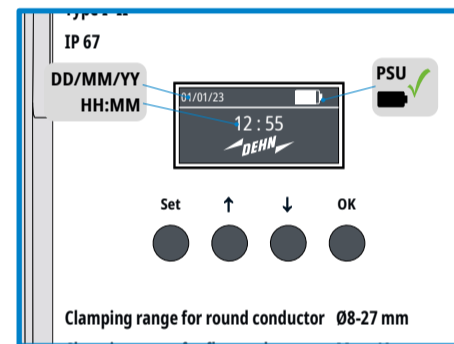

Fig. 6 Écran d'accueil
- Quitter le menu avec la touche **Set** (= „No”) - L'écran d'accueil (fig. 6) s'affiche ou
- Quitter le menu avec la touche **Set** (= „Cancel”) - L'écran d'accueil (fig. 6) s'affiche
L'affichage de l'appareil passe au menu d'accueil (fig. 6).
Lorsque l'écran d'accueil est affiché (fig. 6), appuyer simultanément pendant 3 secondes sur les touches **OK** et **Set** pour passer à l'élément de menu „Reset” :
- Quitter le menu avec la touche **Set** (= „NO”) - L'écran d'accueil (fig. 6) s'affiche ou
En mode repos (afficheur désactivé) ou lors de l'affichage de l'écran d'accueil (fig. 6), appuyer sur la touche **OK** :
- Quitter le menu avec la touche **Set (= „No”)** - L'écran d'accueil (fig. 6) s'affiche ou
- Quitter le menu avec la touche **Set (= „Cancel”)**. - L'écran d'accueil (fig. 6) s'affiche ou
- L'écran d'accueil (fig. 6) s'affiche
Après 3 secondes, l'affichage de l'appareil passe à l'écran d'accueil (fig. 6).